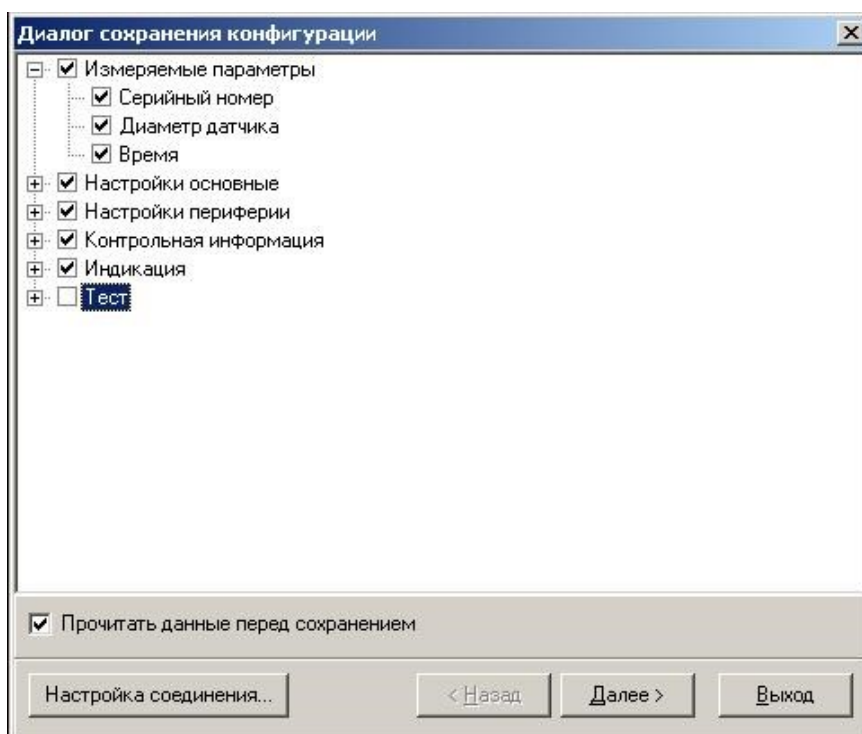

Рис.26. Окно «Диалог сохранения конфигурации».
- в открывшемся окне «Диалог сохранения конфигурации» выбрать набор параметров, которые будут прочитаны из прибора, установить флаг «Прочитать данные перед сохранением» и нажать кнопку «Далее», дождаться окончания считывания (рис.26).